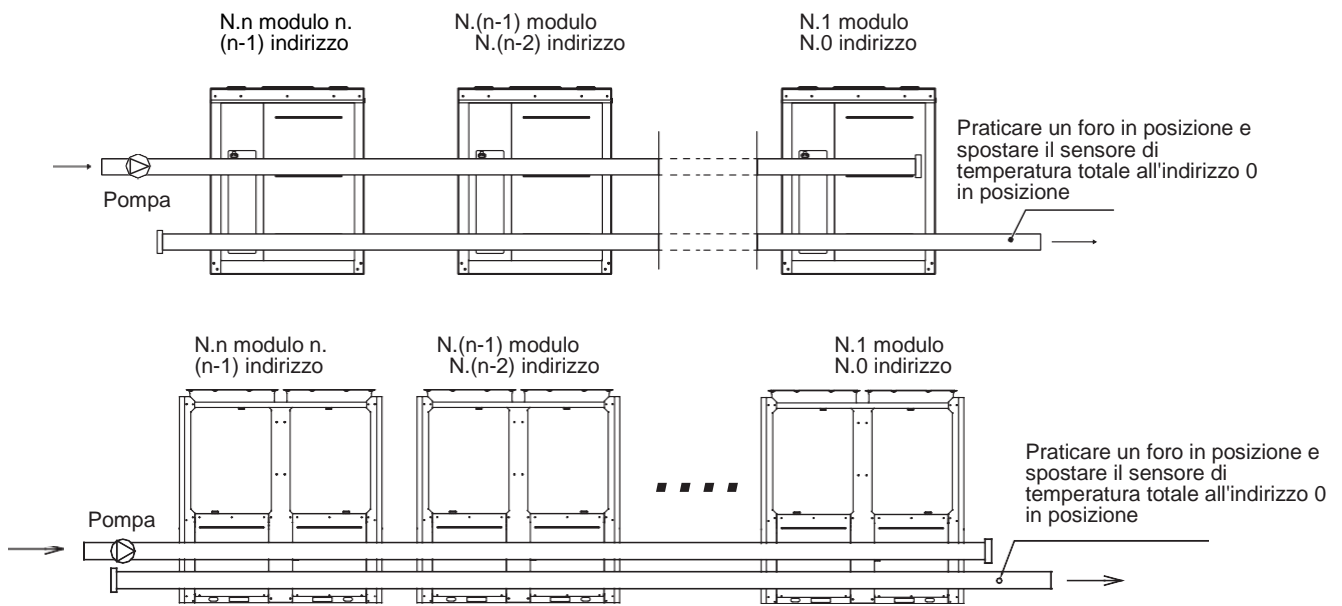

Fig.8-28 Installazione di più moduli (non più di 16 moduli)
c) La linea di ingresso dell'evaporatore deve essere dotata di un regolatore di flusso target per fornire protezione contro le interruzioni del flusso nell'unità. Entrambe le estremità del regolatore di flusso target devono essere fornite con sezioni di tubo rettilinee orizzontali il cui diametro è 5 volte maggiore del diametro del tubo di ingresso. Il controller di flusso target deve essere installato in stretta conformità con la "Guida all'installazione e al controllo per il controller di flusso target" (Fig. 8-28, 8-29). I conduttori del regolatore di flusso target devono essere instradati all'armadio elettrico tramite un cavo schermato (per i dettagli vedere lo Schema elettrico). La pressione di esercizio del regolatore di flusso target è 1,0 MPa e la sua interfaccia ha un diametro di 1 pollice. Dopo aver installato le tubazioni, il controller del flusso target sarà impostato correttamente in base alla portata d'acqua nominale dell'unità.